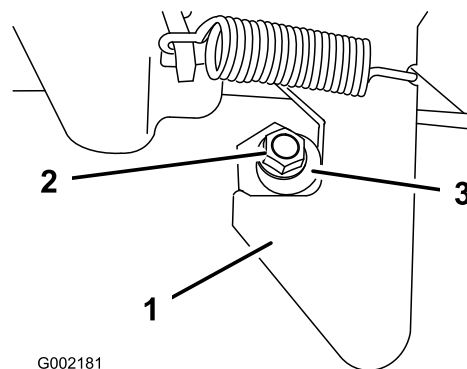

Figura 49
1. Desaperte a porca de bloqueio na extremidade do perno do trinco (**Figura 49**).
2. Rode o perno do trinco no sentido dos ponteiros do relógio até encostar à zona de gancho do trinco (**Figura 49**).